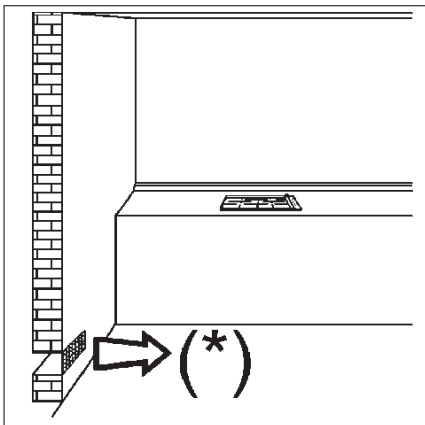
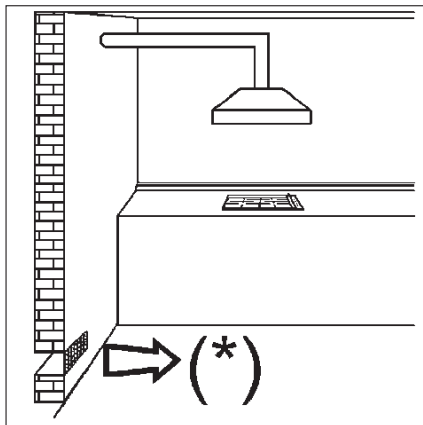
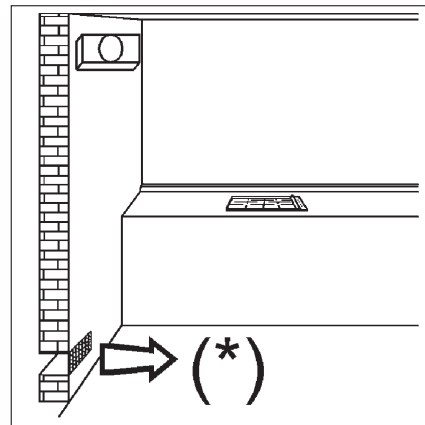

РИС. 3
РИС. 4
РИС. 5
- При сгорании газа выделяется тепло и влажность. Поэтому в помещении необходимо обеспечить хорошую циркуляцию воздуха, не загораживать отверстия для естественной вентиляции (рис. 3) и включить вытяжку (вытяжной колпак или электрический вентилятор, рис. 4 и 5).
Для правильного функционирования прибора необходимо, чтобы помещение, где он устанавливается, постоянно вентилировалось. Количество воздуха должно быть достаточным для нормального сжигания газа и вентиляции помещения объемом 20 м³. Естественный приток воздуха должен происходить напрямую через вентиляционные отверстия в стене, выходящие наружу и имеющие сечение не менее 100 см² (см. рис. 3). Эти отверстия должны быть расположены таким образом, чтобы доступ воздуха в них всегда оставался открытым.
Продукты сгорания, образующиеся при готовке на газовых плитах должны обязательно удаляться при помощи вытяжек, соединенных с вентиляционными трубопроводами, дымоходами или с отверстиями, выходящими наружу (см. рис. 4). Если нет возможности использовать вытяжку, допускается использование вентилятора, устанавливаемого на окне, или на выходящей на улицу стене, который должен включаться одновременно с прибором (см. рис. 5), при этом обязательно должны соблюдаться нормы вентиляции помещений.